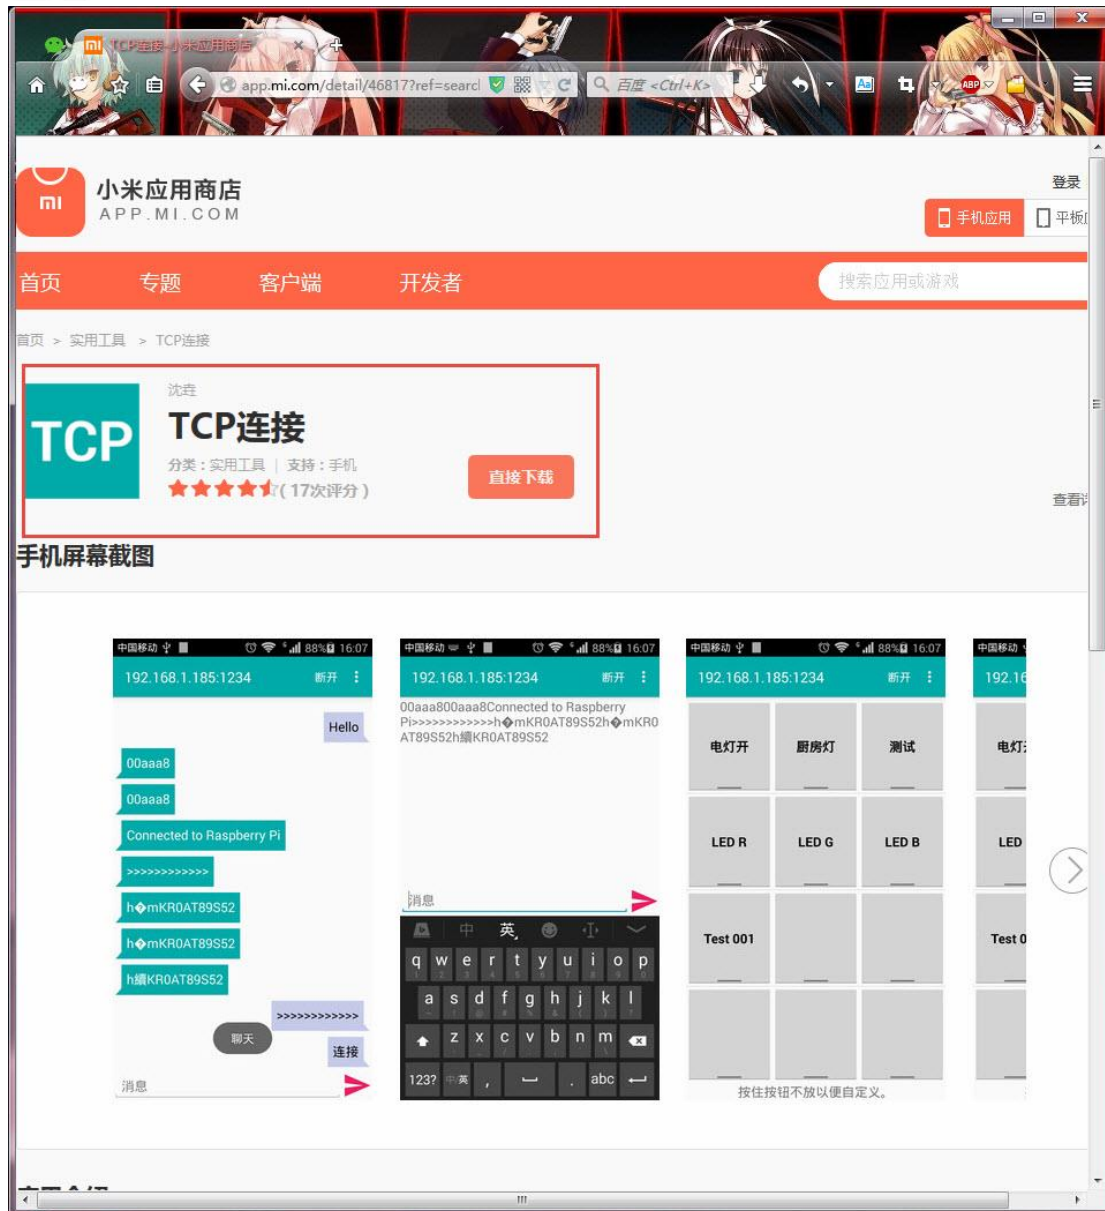
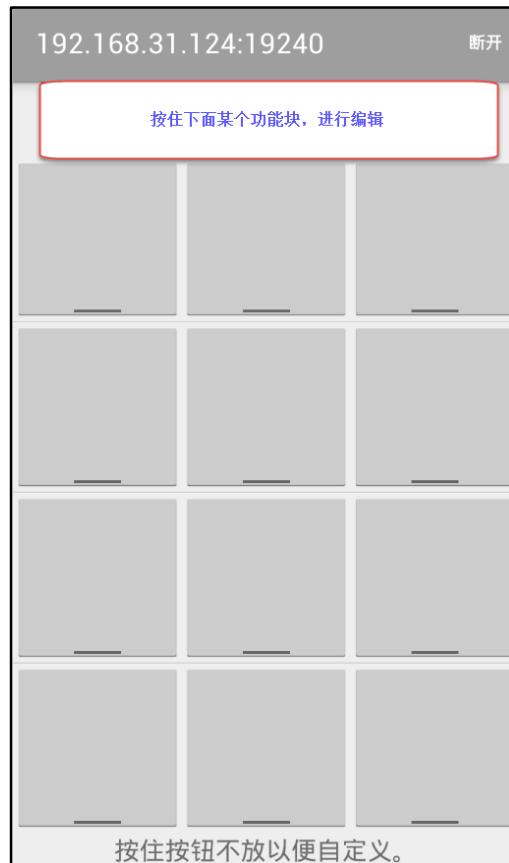

图 1-3 TCP 连接 APP 下载
图 1-4 打开编辑窗口
- 2) 知道 IP 地址后,那么下面是打开我们提供的手机 APP(借用小米应用的软件: TCP 连接, 见图 1-3, 在此先谢声), 然后安装好 APP, 打开。可以看到在软件顶部写着“**正在监听的端口: xxxx**”我这里是 1234, 记录此端口, 待会要用。左右滑动窗口, 来到如图 1-4。